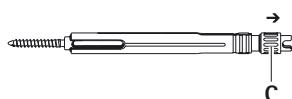

Fig. 6
- Girare la vite di arresto C nella direzione della freccia finché non è visibile la filettatura in direzione dell'estremità di lavoro, vedere Fig. 6.